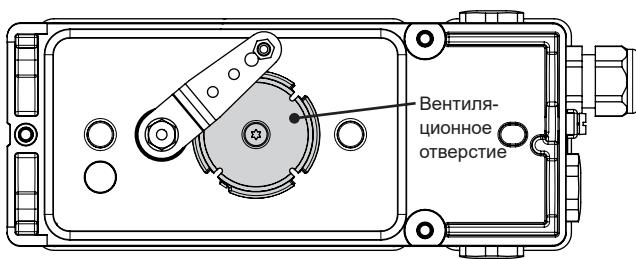

Рис. 5-2: Вентиляционное отверстие (тыльная сторона позиционера)
- Запрещается закрывать или дросселировать вентиляционное отверстие (см. Рис. 5-2).